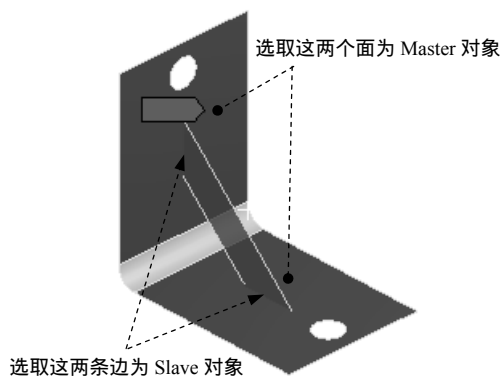

图 7.6.96 选取连接对象
(2) 选择 Master 几何对象。选择图 7.6.96 所示的两个面为 Master 对象，单击 **Master Geometry** 文本框中的 **Apply** 按钮确认选取。
(3) 选择 Slave 几何对象。选择图 7.6.96 所示的两条边为 Slave 对象，单击 **Slave Geometry** 文本框中的 **Apply** 按钮确认选取。